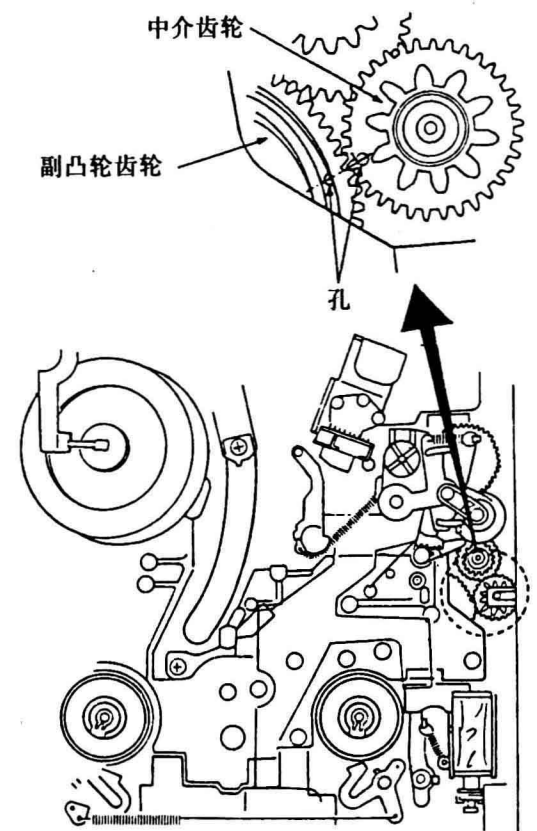

图73
②若位置正确,则可开始安装,须注意使中介齿轮上的小孔精确地与副凸轮齿轮上的小孔对在一条直线上,如图73所示。